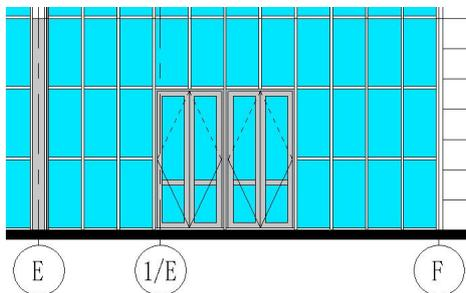

图 6-14 幕墙嵌板修改
•按照以上方法，在东立面修改 E 轴、F 轴间的幕墙嵌板，更改后的幕墙嵌板见图 6-14。